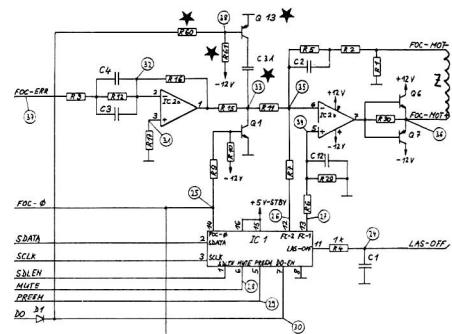

Fig. 3.3 \* Entfallen bei 1.769.315
- Der Umbau von 1.769.310 auf 1.769.315 wird generell empfohlen; zu diesem Zweck braucht lediglich der Kondensator C 31 ausgeloetet zu werden (Fig. 3.3).